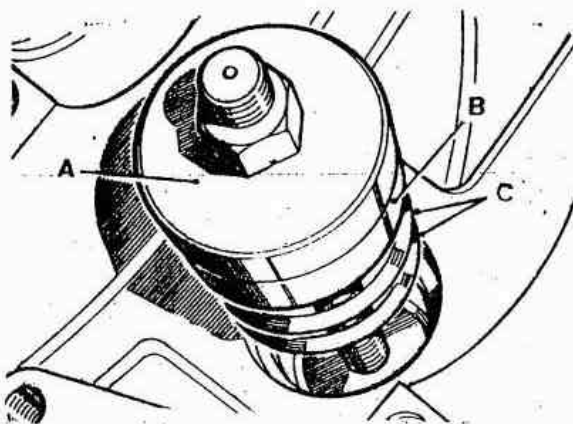

Fig. E-79 Arandelas-suplemento y montaje de la pista del cojinete de cabeza
3.2.3. Las arandelas-suplemento seleccionadas, C (Fig. E-79) se situarán en el asiento para la pista del cojinete de cabeza del piñón de ataque.